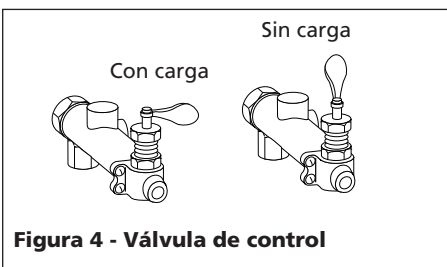

Figura 4 - Válvula de control
2. Antes de encender el compresor, siempre coloque la perilla de la válvula de control en la posición de descarga (Vea la Figura 4).
2. Encienda el compresor y permita que la presión del compresor alcance el límite adecuado de la válvula de control (Vea la Figura 4) que está fijado a 12,07 bar, en los compresores de dos etapas, y a 8,62 bar, en los de una etapa. Al alcanzar esta presión, el compresor debe comenzar a descargar a través del buje del respiradero de la válvula de control y el motor debe comenzar a funcionar al vacío.